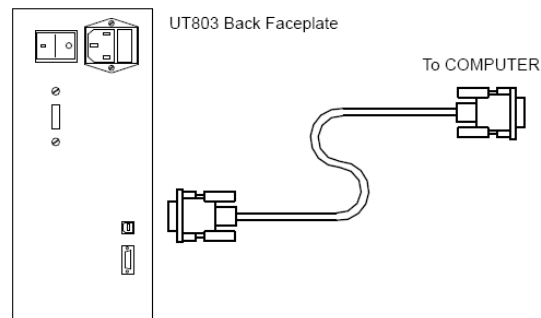

Fig. 14 Conectarea multimetrului cu calculatorul
A. Conectati multimetrul cu calculatorul asa cum se raata in fig. 14.